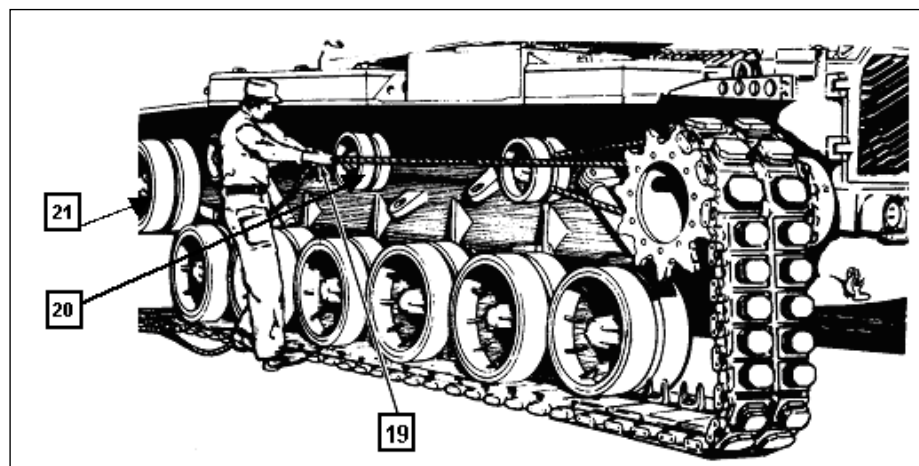

Fig 6-23. Posicionamento da lagarta sobre os rodets de apoio
f. Com a ponta da corda tracionada (19), girar a polia motora vagarosamente. Quando os dentes da polia motora engatarem 3 (três) patins, aplicar os freios e colocar a alavanca seletora de marcha em P (estacionamento). (Fig 6-23)
k. Remover a corda da polia motora e do último rolete de apoio. Com a corda ainda fixa no pino do patim, passar a corda para frente sobre e entre todos os 3 (três) roletes de apoio (20) e a polia tensora (21). (Fig 6-23)
l. Com o motor em baixa rotação, liberar o freio de estacionamento e colocar a alavanca seletora de marcha em L (baixa). Tracionar a corda na lateral do CC. Manter a rotação do motor o bastante para mover a lagarta sobre os rodets de apoio (20) e a polia tensora (21). (Fig 6-23)